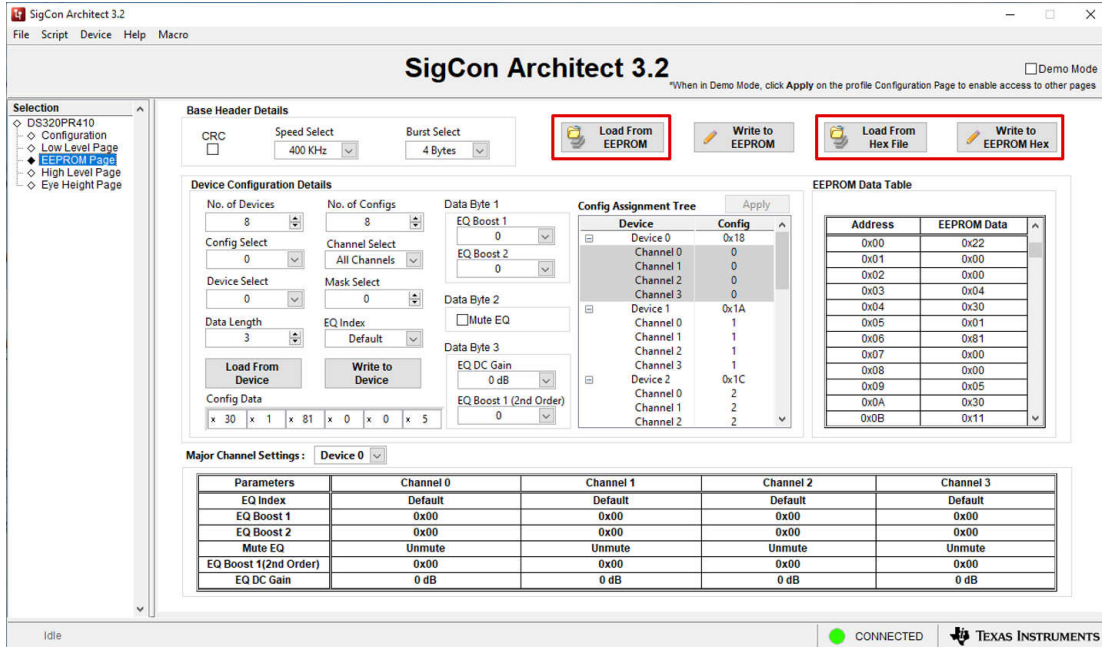

图 4-6. EEPROM 页面：从 EEPROM 加载、从 Hex 文件加载、写入 EEPROM Hex
- 要将使用 GUI 配置的当前 EEPROM 设置保存到一个 hex 文件中，请点击 *Write to EEPROM Hex* 按钮（如图 4-6 所示），以将这些设置写入一个 hex 文件。使用文件资源管理器将该 hex 文件保存到任何所需的位置。